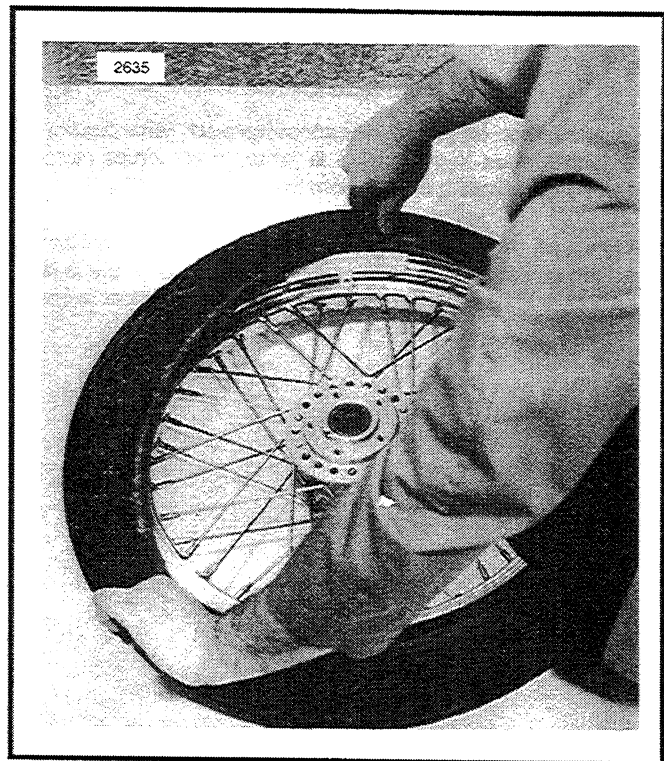

Figure 2-23. Mise du second talon sur la jante
5. Voir Figure 2-23. En commençant du côté diamétralement opposé à la valve, engagez le talon supérieur dans le creux de la jante. Aidez-vous de démonte-pneus et progressez vers la valve en travaillant par petites sections et des deux côtés à la fois. Sortez l'obus de la valve du trou de la jante avant de faire passer le talon par-dessus le rebord de la jante.
6. Voir Figure 2-23. En commençant du côté diamétralement opposé à la valve, engagez le talon supérieur dans le creux de la jante. Aidez-vous de démonte-pneus et progressez vers la valve en travaillant par petites sections et des deux côtés à la fois. Sortez l'obus de la valve du trou de la jante avant de faire passer le talon par-dessus le rebord de la jante.